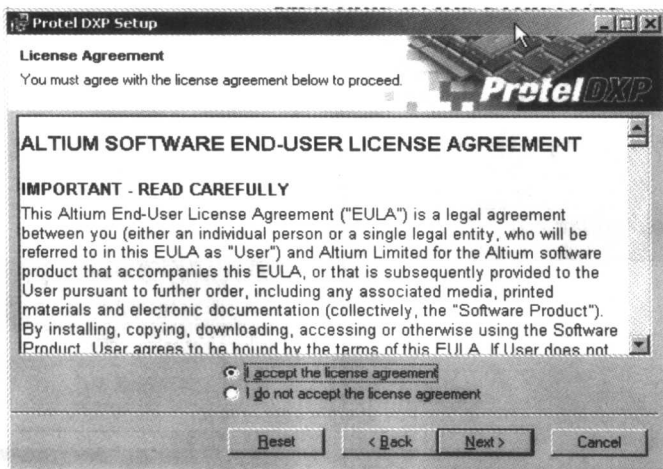

图 1-4 用户注册协议许可对话框
(2) 单击【Next】按钮，弹出如图 1-4 所示的用户注册协议许可对话框。在该对话框中，只有同意 Altium 公司提出的使用协议，选中【I accept the license agreement】单项后